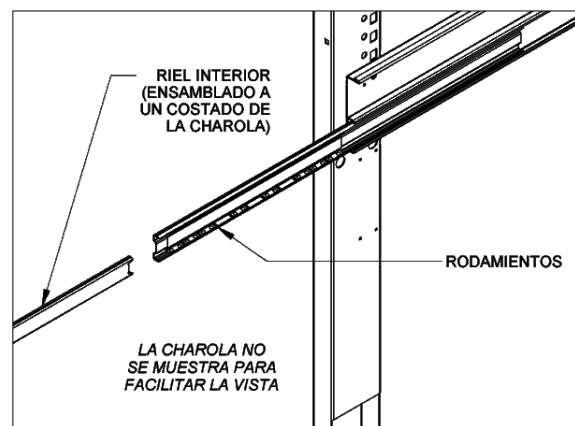

Figura 5.1 Rieles de Charola para Botellas
2. Extienda los rodamientos de los rieles (Figura 5.1).